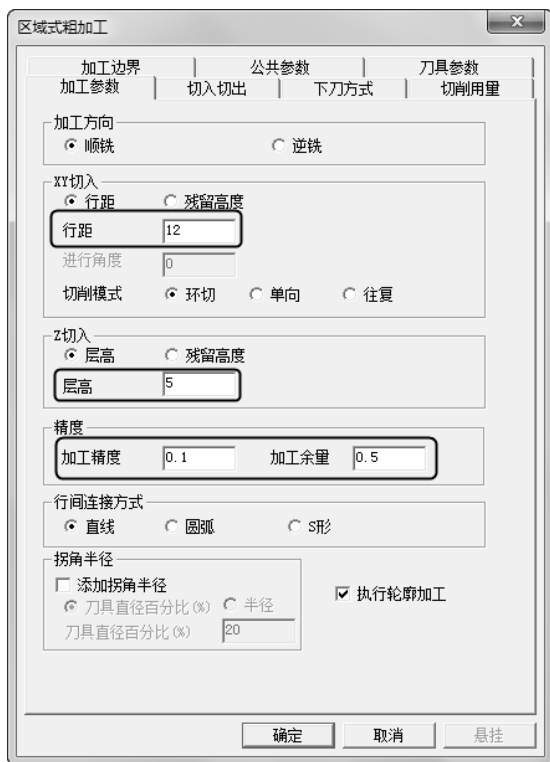

图 2-98 “加工参数”选项卡
1) 单击“加工参数”选项卡，设置“加工方向”为“顺铣”，“XY 切入”为“行距”，“切削模式”为“环切”，“Z 切入”为“层高”，“行间连接方式”为“直线”，勾选“执行轮廓加工”。具体“行距”、“进行角度”、“层高”、“加工精度”、“加工余量”参数数值如图 2-98 所示。